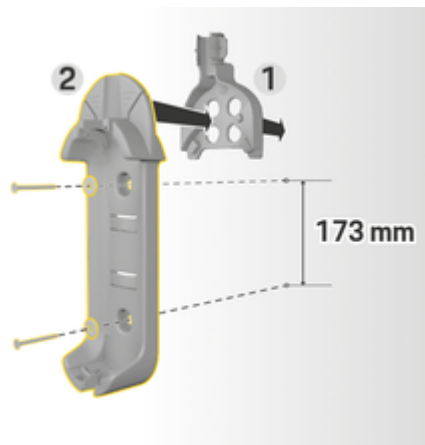

Fig. 44 Cotes de perçage
3. Enfoncez la base du support mural 2 (Fig. 44) dans le guide-câble 1 (Fig. 44) par l'avant.